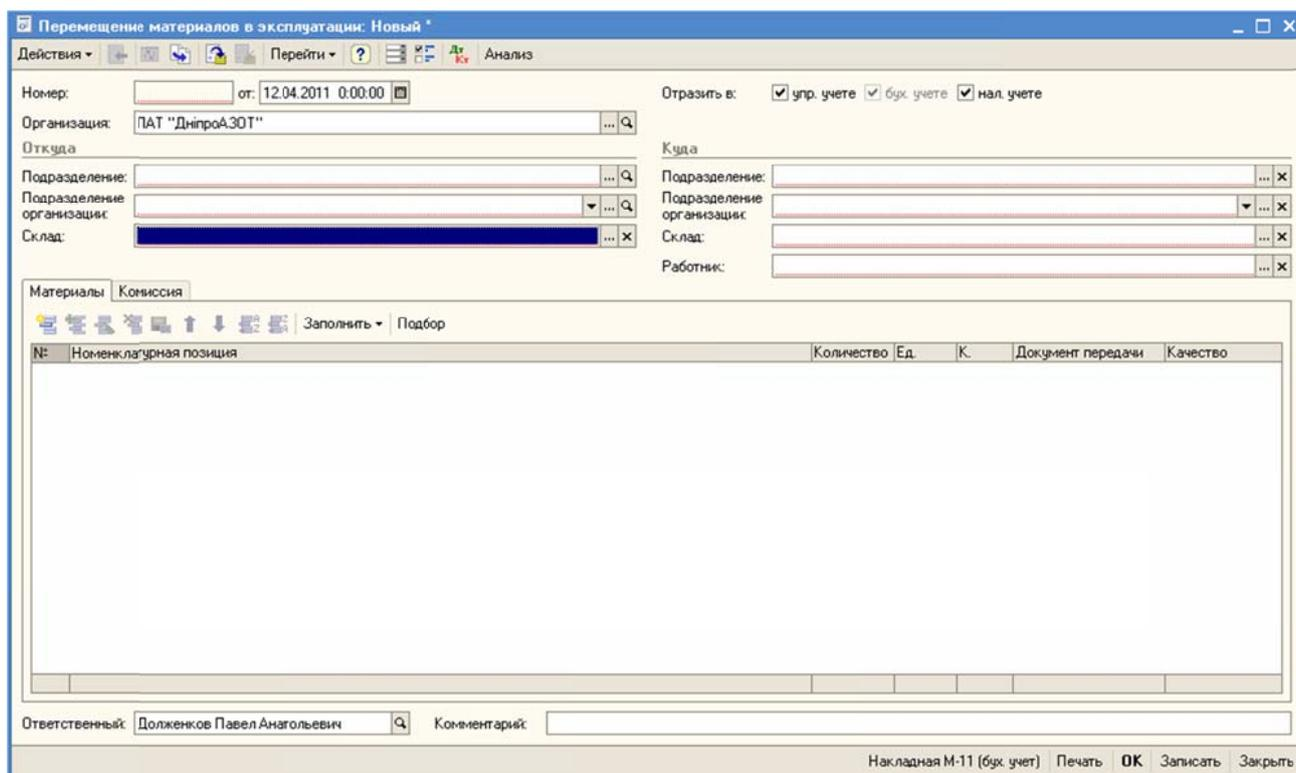

Рисунок 105 – Новый документ «Перемещение материалов в эксплуатации»
2. Создать новый документ «Перемещение материалов в эксплуатации» (Рисунок 105).